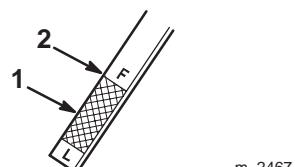

Bild 51
- Ziehen Sie den Peilstab wieder heraus und kontrollieren das Metallende (Bild 51).